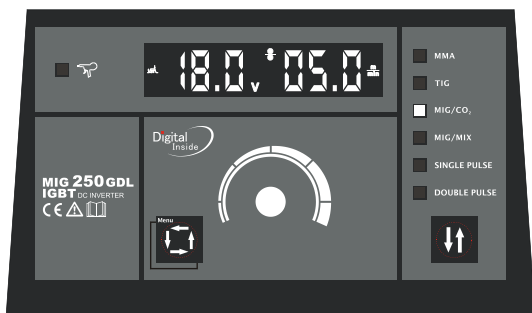

Рисунок 4: Постоянное напряжение в режиме MIG
a) Когда сварка остановится, нажмите 【Welding mode switch key】, индикатор MIG загорится и включится режим MIG.(Рис. 4)